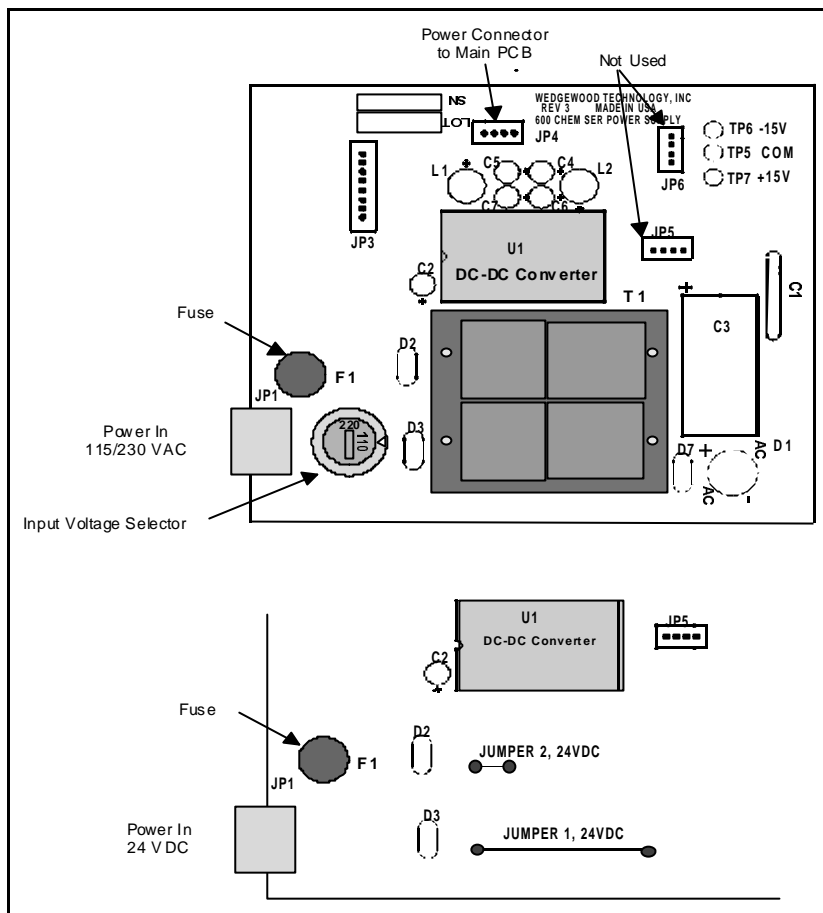

Fig. 12. Localisation du fusible et de sélecteur de tension pour alimentation Ac et Dc
- 4) Reportez vous à la Figure 12 pour localiser les composants et remplacer le fusible par un fusible approprié à l'alimentation électrique.
Ouvrez le boîtier de l'instrument de la façon indiquée dans le chapitre précédent. Débranchez les fixations du câble d'interconnexion interne. Dévissez les vis de fixation de la carte afin de pouvoir l'ôter du circuit. Remonter dans l'ordre inverse. Reportez-vous à la Figure 12 afin de visualiser l'emplacement des composants ; vérifiez que le bon fusible est installé, et si nécessaire, réglez la tension d'alimentation de la carte au bon voltage.